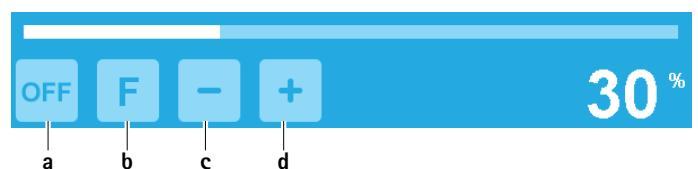

Fig. 7 Attivazione della funzione pompa di irrigazione/"Flush"
- Attivare la pompa di irrigazione: Premere il tasto di accensione della pompa di irrigazione **a**, vedere Fig. 7.
- Disattivare la pompa di irrigazione: Premere il tasto di spegnimento della pompa di irrigazione **a**, vedere Fig. 7.